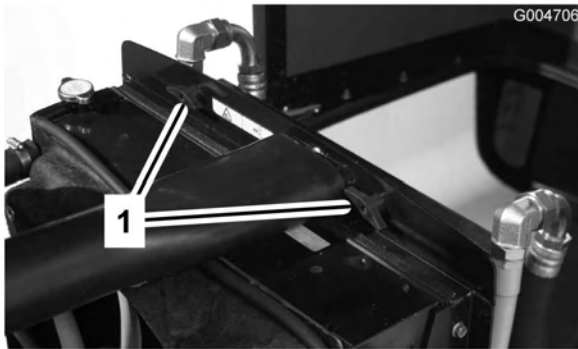

Bild 61
2. Entfernen Sie die Handräder (Bild 61), mit denen der Ölkühler am Rahmen befestigt ist.